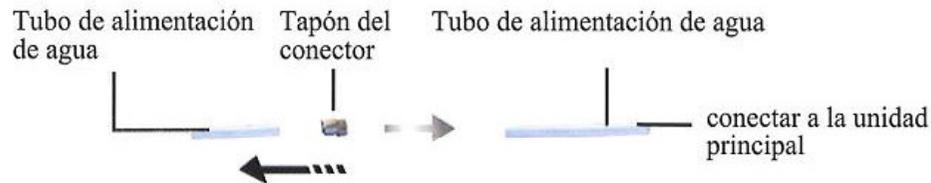

Figura 3
- Conectar un extremo del tubo de agua a la toma de agua de la unidad principal y el otro extremo a la fuente de agua (Véase figura 3).